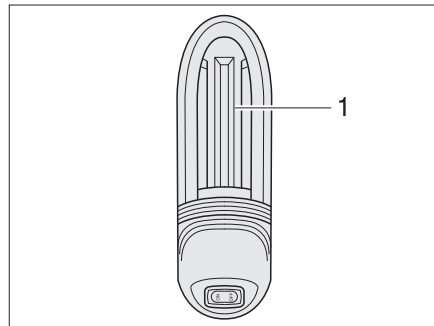

Bild 295 Garagenleuchte
- Leuchtenabdeckung (Bild 295,1) etwas nach oben schieben und abnehmen.